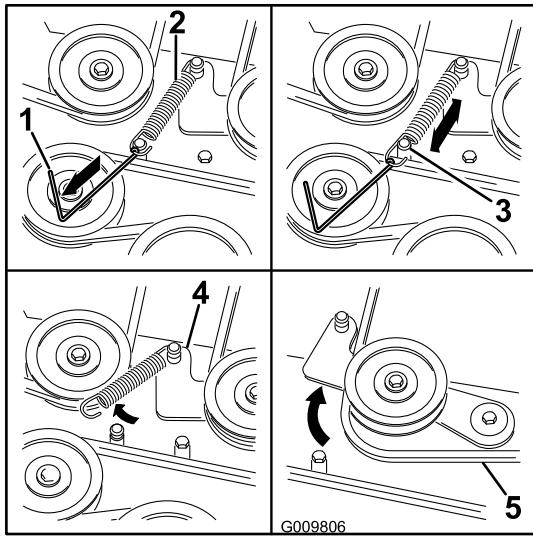

Figura 73
- Servendovi di un attrezzo per la rimozione delle molle (n. cat. Toro 92-5771), sganciate la molla di rinvio dal perno del piatto di taglio per eliminare la tensione dalla puleggia tendicinghia (Figura 73).
9. Montate la nuova cinghia attorno alle pulegge del tosaerba e alla puleggia della frizione, sotto il motore (Figura 73).
10. Servendovi di un attrezzo per la rimozione delle molle (n. cat. Toro 92-5771), agganciate la molla di rinvio al perno del piatto di taglio per mettere in tensione la puleggia tendicinghia e la cinghia (Figura 73).